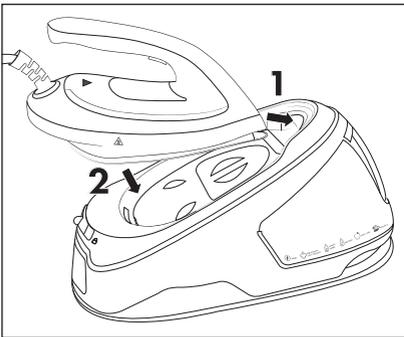

Fig. 7
- 3) Collocare il ferro da stiro a vapore 1 sulla superficie d'appoggio 17 inserendo per prima cosa la punta della piastra 4 nell'apertura presente sul bordo della superficie d'appoggio 17. Poi poggiare l'apparecchio sulla superficie d'appoggio 17 (vedere fig. 7).